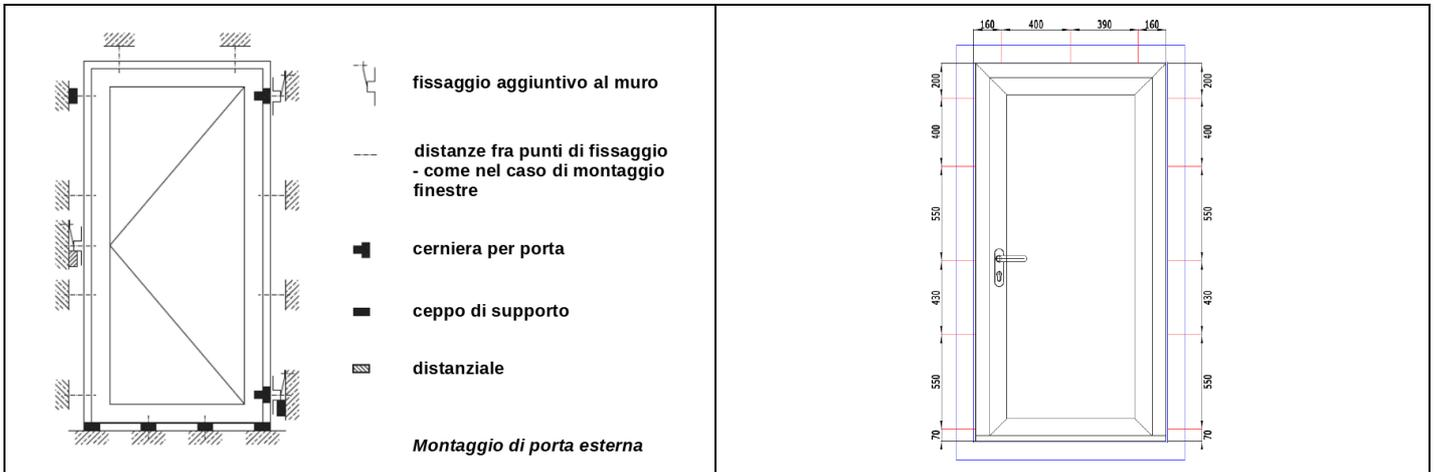

Fig. 1 - Metodo di sostegno delle porte in PVC
- le porte esterne sono più esposte a carichi dinamici (come un forte "sbattere della porta") che a carichi statici. Inoltre, i punti di chiusura delle porte sono meno numerosi rispetto a quelli delle finestre. È quindi necessario prevedere ulteriori fissaggi e rondelle della porta in corrispondenza delle cerniere e della serratura (fig. 1).